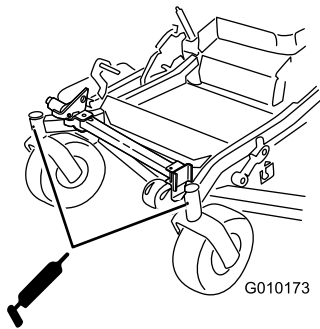

Figura 46
9. Togliete il raccordo d'ingrassaggio dal foro. Montate il tappo esagonale e lo scodellino parapolvere (Figura 46).